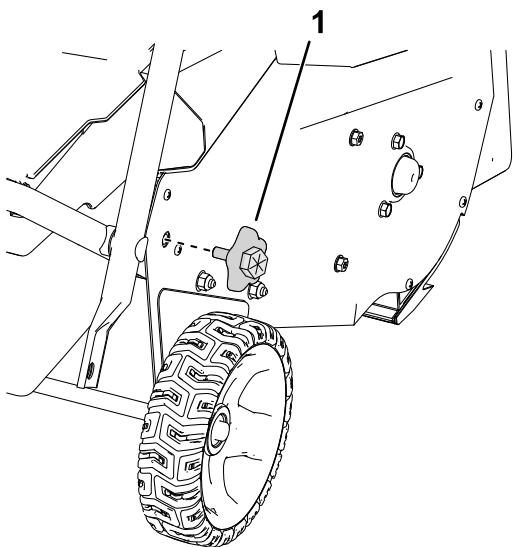

Figura 4
4. Îndepărtați butoanele mânerelor inferioare de pe ambele părți ale mainii (Figura 4).